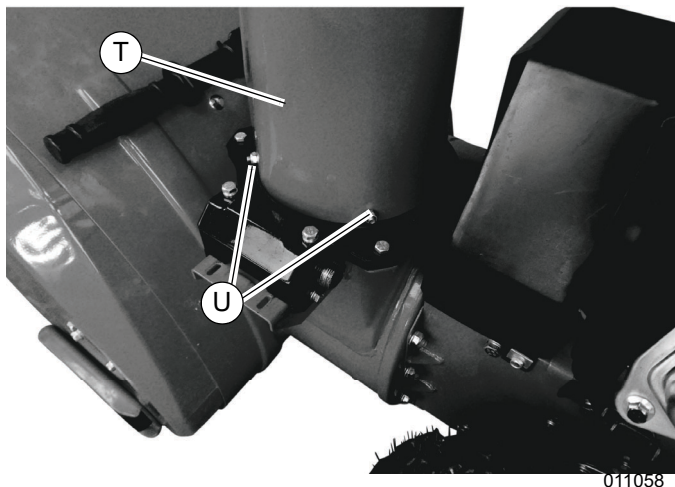

Figura 2-12. Ubicaciones de los pernos de coche
13. Consulte la **Figura 2-12**. Fije el conjunto de conducto (T) al conjunto de placa de engranajes (U) con tres pernos de coche M8-1,25 x 16 mm y contratuercas con una llave de 13 mm.